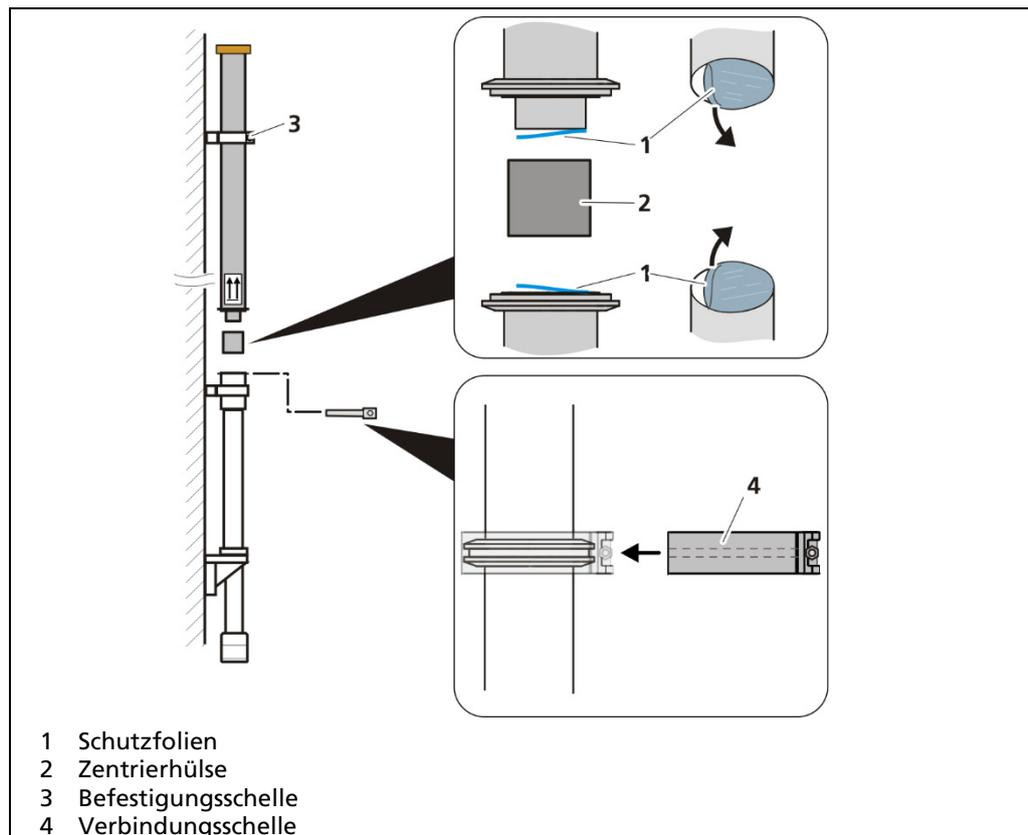

Abb. 18 Module verbinden
16. Entfernen Sie die Schutzfolie (Abb. 18, Pos.1) am Basismodul und an der Unterseite des Verlängerungsmoduls. **Achtung: Die Siliconunterlage darf dabei nicht vom Basismodul entfernt werden.**
17. Setzen Sie die Zentrierhülse in das Basismodul (Abb. 18, Pos.2) ein.
18. Öffnen Sie die Befestigungsschelle (Abb. 18, Pos.3) des Verlängerungsmoduls leicht und setzen Sie das Verlängerungsmodul vorsichtig in die Zentrierhülse ab.
19. Bringen Sie die Verbindungsschelle (Abb. 18, Pos.4) an und verschrauben Sie beide Module mit einem Außensechskantschlüssel SW13.
20. Schrauben Sie die Befestigungsschelle (Abb. 18, Pos.3) fest.